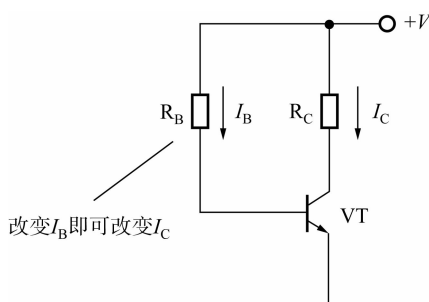

图 1-1-3 调整晶体管工作点
(2)调整晶体管的工作点是电阻器用于限流的一个例子。如图 1-1-3 所示为晶体管放大电路,晶体管集电极电流 I_C (工作点)由其基极电流 I_B 决定。改变晶体管基极电阻 R_B 的阻值,即可改变 I_B ,也就是改变了 I_C ,即改变了晶体管的工作点。